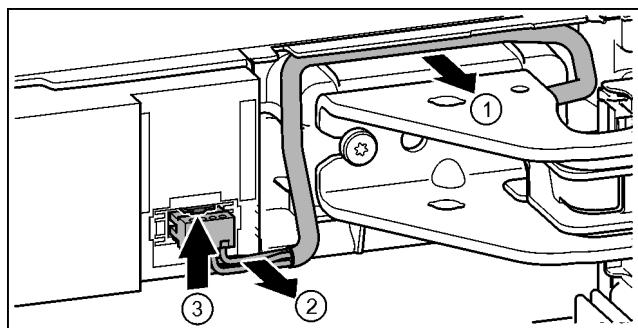

Fig. 23
- Kabel über Lagerbock vorsichtig aus der Führung lösen. Fig. 23 (1)
- Kabellitzen vorsichtig aus Kanal ziehen. Fig. 23 (2)
- Lasche nach oben drücken und Stecker vorsichtig herausziehen. Fig. 23 (3)